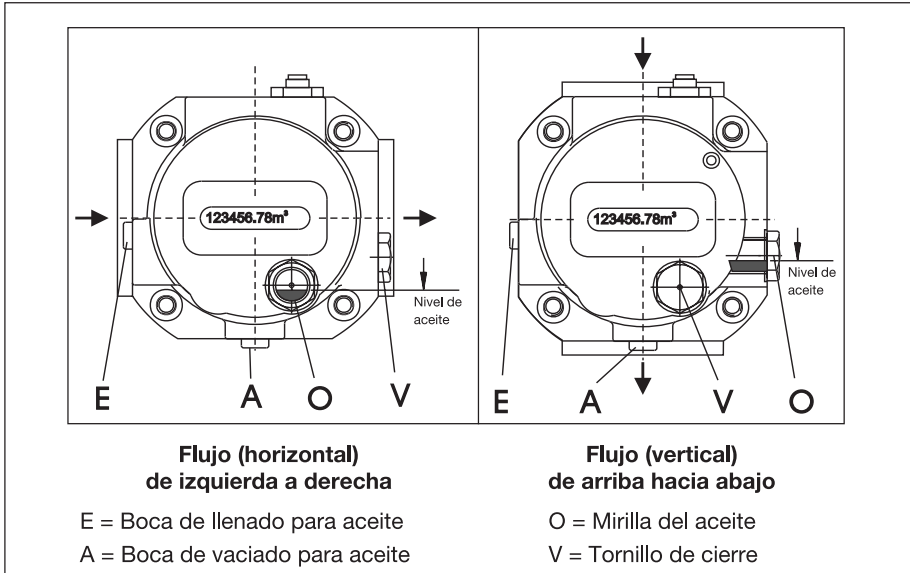

Figura 8: Posición de montaje horizontal y vertical, llenado del aceite e indicador del nivel de aceite en **tipo RVG-ST**
- En caso de **flujo horizontal**, se dispone de dos orificios de llenado de aceite E o V. El orificio de vaciado A se encuentra en el punto más bajo. La mirilla del aceite O se encuentra en la cara delantera del contador, debajo del totalizador (figura 8 izquierda).
- En caso de **flujo vertical**, sólo se dispone del orificio de llenado de aceite E. El orificio de vaciado A se encuentra en el punto más bajo. La mirilla del aceite está ahora situada en la tapa delantera del cuerpo (figura 8 derecha).